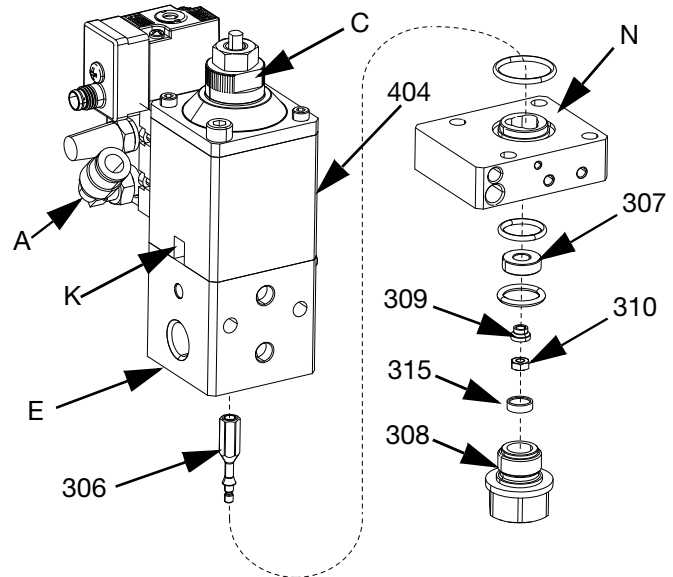

FIG. 16
1. Utilizzare l'utensile di assemblaggio guarnizioni (806) per installare il kit guarnizione (101, 201) sull'asta del pistone con la flangia contro la sezione dell'aria (B).
2. Rimuovere e conservare l'utensile di assemblaggio guarnizioni (806).
4. Inserire una chiave a brugola attraverso l'asta del pistone (410) nell'orifizio di scarico (K). Vedere FIG. 16.